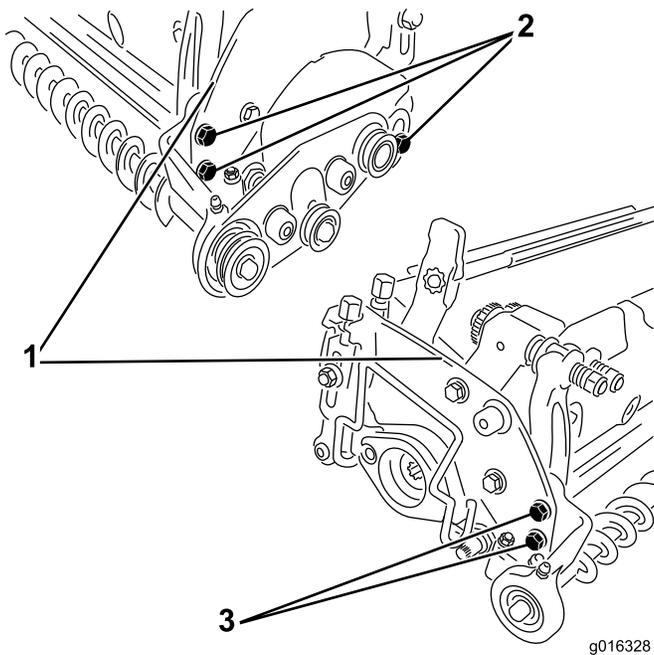

Figura 10
A. Desaperte os parafusos fixando os apoios da escova às placas laterais da unidade de corte; consulte a Figura 10.